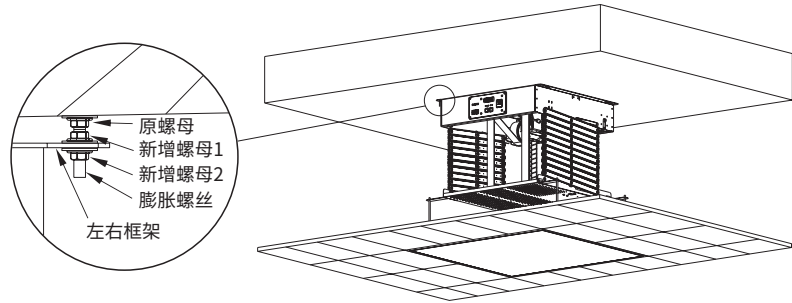

图8
5. 在框架安装孔底下再各加一颗M8螺母(非附件)用来固定升降架的框架(图8)。